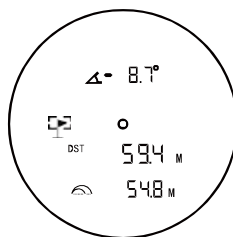

Abbildung 4
Halten Sie im Neigungsmodus die Ein/Aus/Messen-Taste (1) gedrückt und bewegen Sie das Gerät dann leicht nach links und rechts, bis die Entfernung zum Flagpole fixiert ist und auf dem LCD-Display angezeigt wird (Abb. 4). Nachdem Sie einen Flagpole erfasst haben, vibriert das Gerät.
En el modo Pendiente, presione y mantenga presionado el botón encender/apagar/medir (1), luego mueva el dispositivo ligeramente hacia la izquierda y hacia la derecha hasta que la distancia a la bandera quede fija y se muestre en la pantalla LCD (Fig. 4). Cuando la medición de la distancia a una bandera quede fija, el dispositivo vibrará.